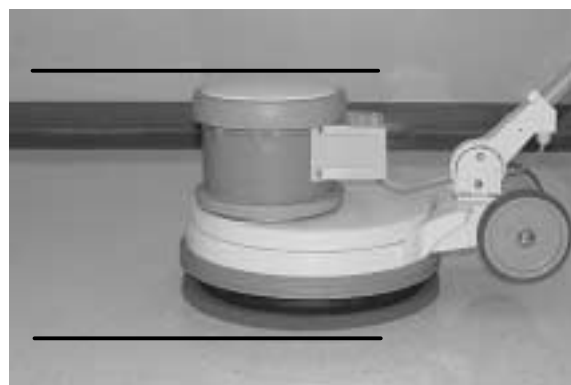

BILD. 11
- Innan du startar maskinen håller du i handtaget så att maskinbasen står jämnt på golvet (bild 11). Detta minskar plötsliga stötar vid maskinstart.